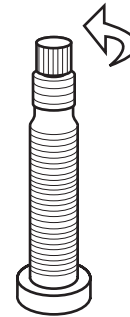

図 45. バルブを反時計回りに緩める。
1. バルブを反時計回りに緩めます。走行中に振動して閉じてしまうことがないように、完全に開き切るまで回してください (図 45)。